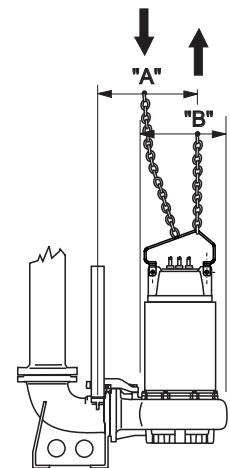

Abb. 2
1.5. - Wenn man die Elektromotorpumpe ausbauen will, sind zunächst die Stromkabel am Schaltkasten abzutrennen, um die Pumpe dann zu heben, wie in Abb. 2 auf Seite 67 gezeigt ist. Die Pumpe abspritzen und von außen und innen gründlich säubern, bis kein Fördermedium mehr vorhanden ist. Zu dieser Arbeit unbedingt Schutzbrille, Gummihandschuhe, Gasmaske und einen wasserdichten Anzug tragen.